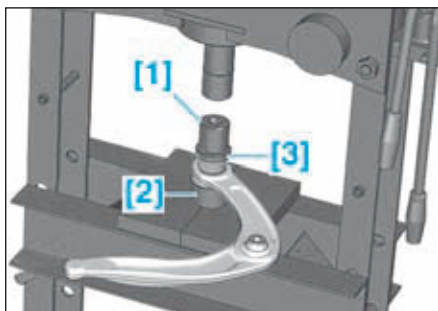

FIG.27
- Placer les outils [1], [3] et [2] sur l'articulation élastique (Fig.27).